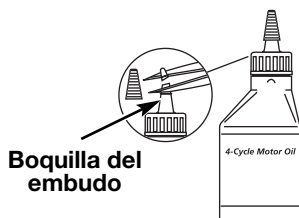

Fig. 9
Su unidad trae una botella de aceite SAE 30 SF, SG, SH de 90 ml (3,04 onzas fluidas) (Fig. 9).
- Desenrosque la tapa de la botella de aceite y retire el sello de papel que cubre la apertura. Vuelva a colocar la tapa. Corte la punta de la boquilla del embudo (Fig. 9).